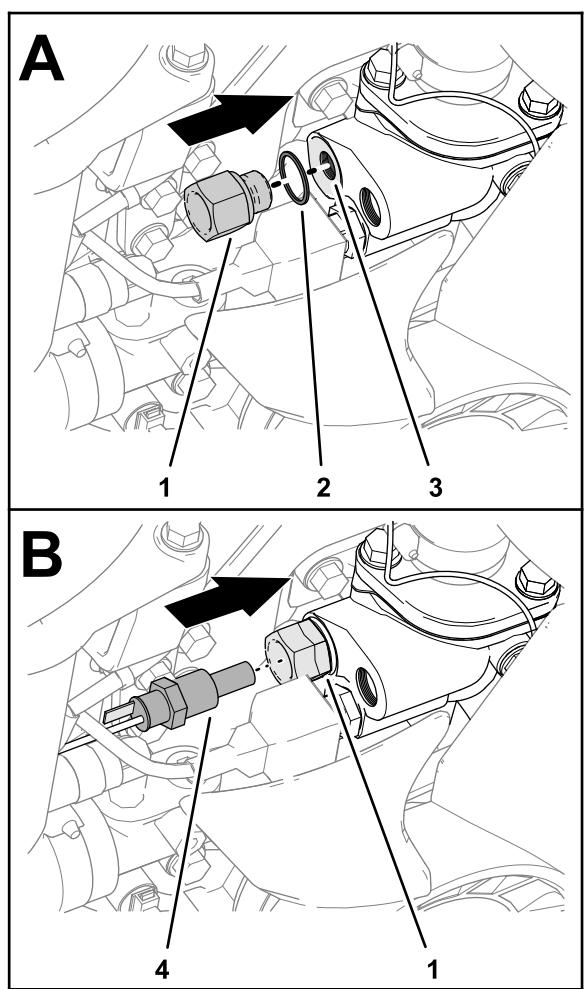

図 24
- 4. ウォーターポンプの前ポートにリデューサとガスケットプラグを取り付ける **図 24**。
- 6. 新しい温度センサーを、リデューサに取り付ける **図 24**。